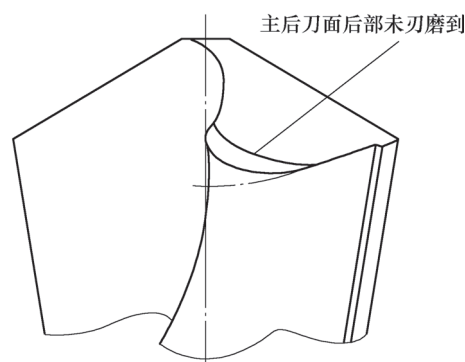

图1 主后刀面后部未刃磨到
1) 产生原因：刃磨时“左压”的动作幅度不够，导致主后刀面后部未刃磨到（见图1）。